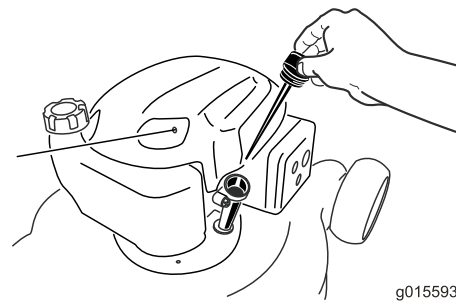

Figura 15
2. Rimuovete l'asta di livello, pulitela e inseritela nel tubo di riempimento dell'olio fino in fondo, **ma senza avvitare** (Figura 15).